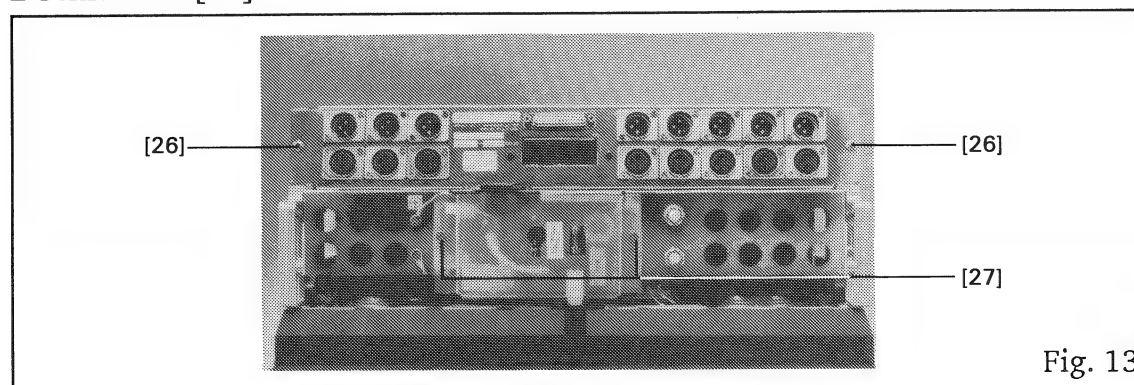

Fig. 13
- 2 Schrauben [27] (Fig.13) des CONNECTION BOARDs lösen.